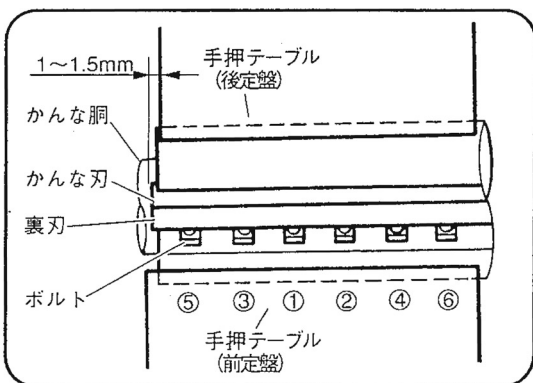

図 25
**注** ● このとき、水返しの加工ができるようかな刃の側面が手押テーブル(後定盤)の側面より 1~1.5mm 出張るように取付けてください。(図 25)
- (4) 付属の両口スパナ(10mm)でボルト 6 本を締付けます。
(図 25 参照)